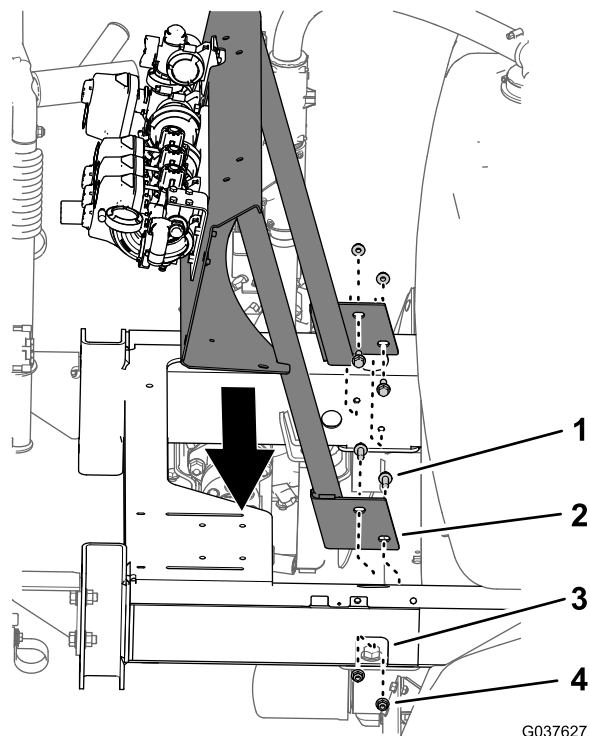

Рисунок 50
- Совместите отверстия в креплении клапана с отверстиями в раме машины (Рисунок 50).
- Установите крепление клапана на раму (Рисунок 50) с помощью 4 болтов с фланцевыми головками (3/8 x 1 дюйм) и 4 фланцевых контргайек (3/8 дюйма), снятых при выполнении пункта Демонтаж крепления клапана (страница 22).